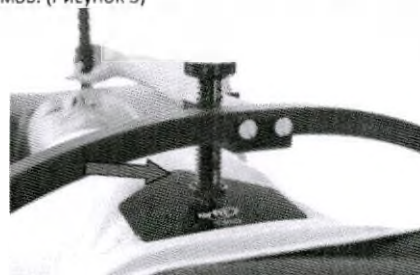

Рисунок 3
3. Установите прижимную пластину в правильное положение на животе пациента. Проверьте, чтобы пластина не оказывала давления на мечевидный отросток или ребра для предотвращения переломов. (Рисунок 3)